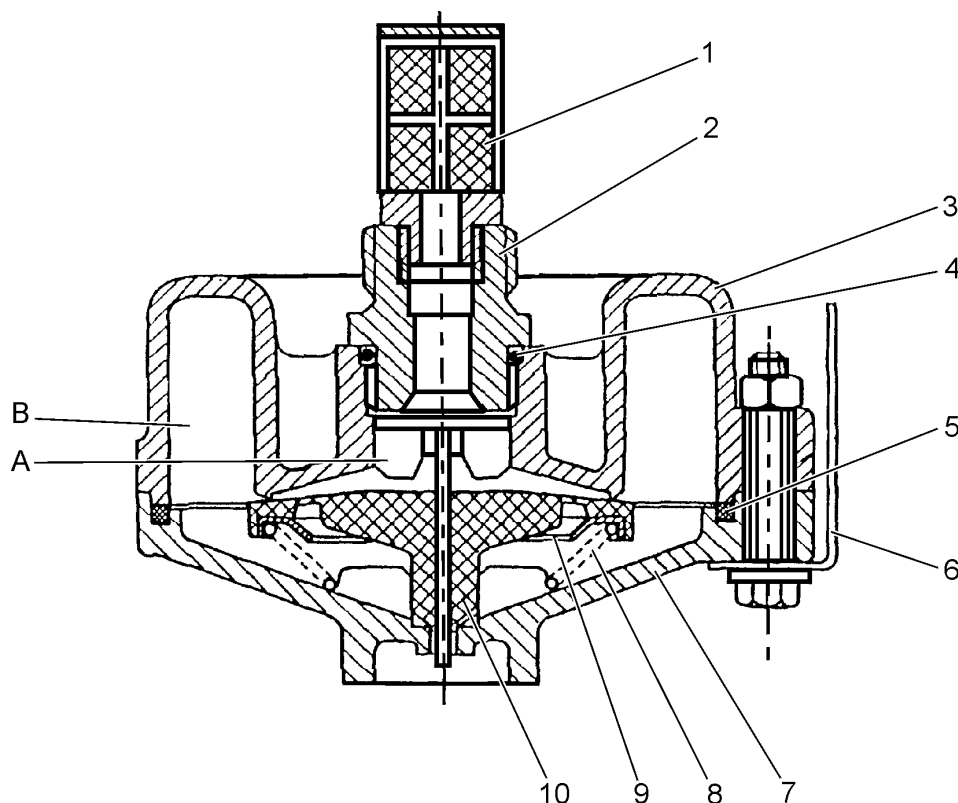

Рис. 4.8. Клапан слива конденсата воды
Клапаны (6, Рис. 4.1.) слива конденсата воды встроены в нижнюю часть воздушных баллонов (5). Они предназначены для удаления конденсата водяных паров, скапливающегося в воздушных баллонах. Каждый из трех воздушных баллонов имеет по одному клапану (6) слива конденсата воды. Сжатый воздух и конденсат водяных паров попадают из воздушного баллона через фильтр (1, рис. 4.8.) и штуцер (2) в полость «А» и вызывают закрытие выходного отверстия в нижнем корпусе (7) клапана. Одновременно сжатый воздух и конденсат отгибают кромки мембраны (10) и проникают в полость «В» клапана. На дне этой полости собирается вода. Даже небольшое падение давления воздуха в полости «А», например, при включении тормоза, приводит к возникновению разницы в величине давления воздуха в полостях «А» и «В». Вследствие этого мембрана (10) приподнимается вверх и открывает выходное (сливное) отверстие в нижнем корпусе (7) клапана, через которое будет осуществлен выброс воды (конденсата) за счет сжатого воздуха. В момент снижения давления воздуха в полости «В» мембрана (10) вновь закроет выходное (сливное) отверстие в нижнем корпусе (7). Таким образом происходит многократное повторение этого цикла по автоматическому выбросу конденсата из воздушного баллона.
20. ПРОВЕРКА И РЕМОНТ (Рис. 4.8)